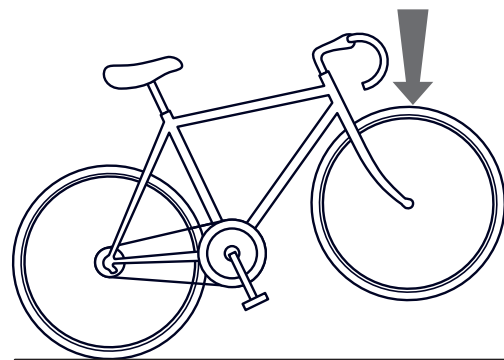

Fig. 22
- On peut approximativement évaluer si la roue est correctement bloquée en effectuant le contrôle suivant: soulever la roue avant en tenant le vélo par le guidon (Fig. 22) et donner des coups secs de haut en bas sur la roue, pour vérifier si elle reste solidement positionnée.